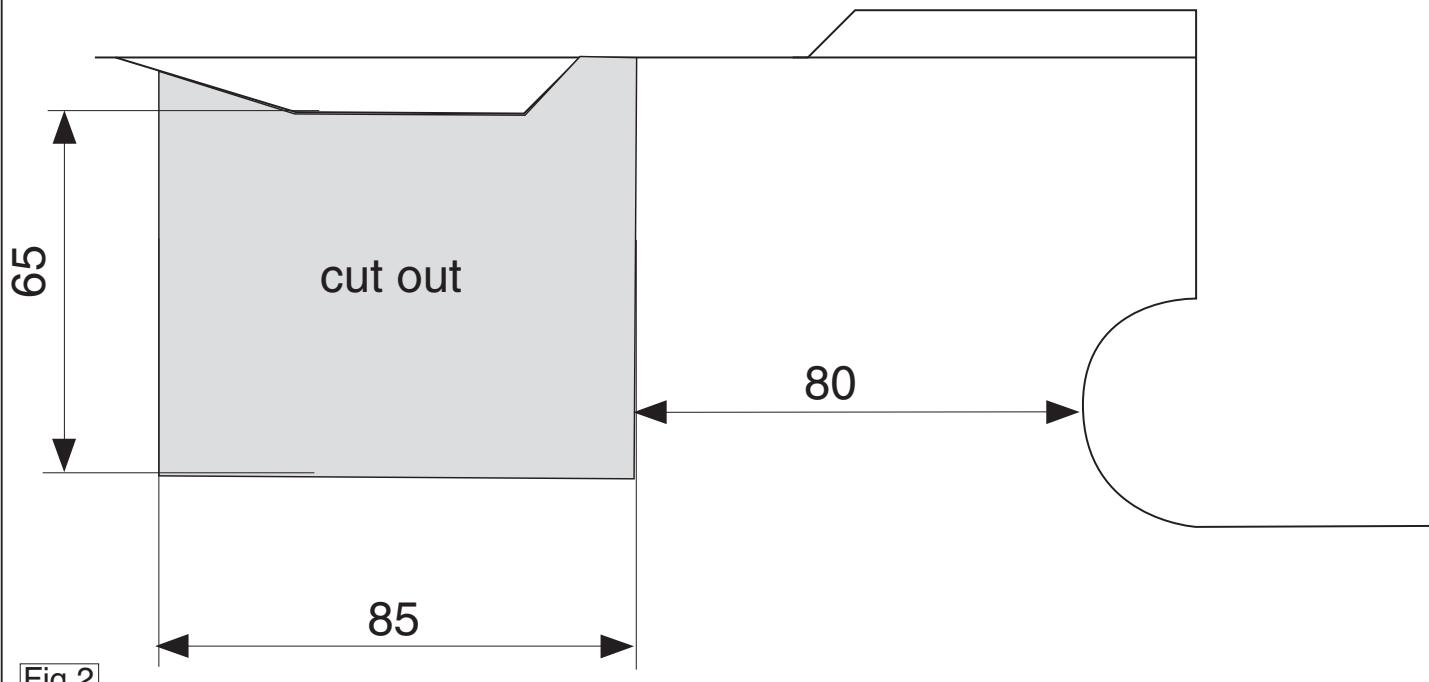

Fig.2
7. Выпилить часть из пластмассового защитного колпака в середине снизу, как указано на рис. 2.
6. **Для автомобилей T5; 2011-2015:** Выпилить часть из пластмассового защитного колпака в середине снизу, как указано на рис. 2.